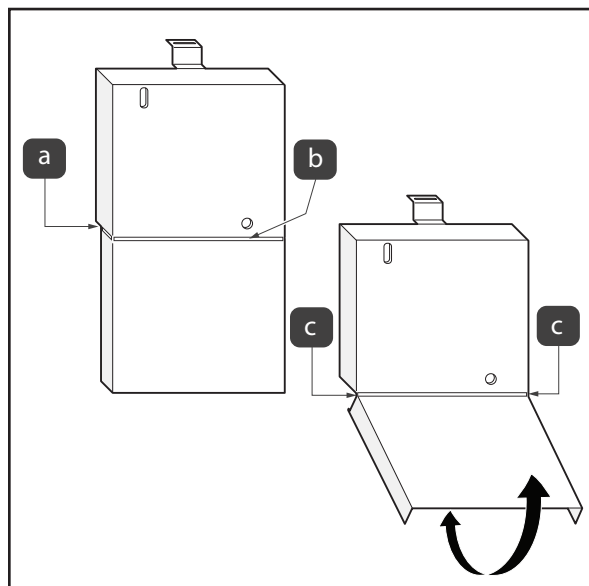

Figure 8. Réinstallez la face neutre
7. Si la moitié inférieure du panneau à face neutre doit être enlevée, utilisez des pinces diagonales pour couper les deux pattes arrière, reportez-vous à la Figure 8 (a).
8. Découpez l'étiquette du panneau à face neutre à travers l'ouverture du panneau à face neutre, reportez-vous à la Figure 8 (b).
9. Faites pivoter la partie inférieure du panneau à face neutre en exerçant un mouvement de va-et-vient jusqu'à ce que les pattes se détachent, reportez-vous à la Figure 8 (c).